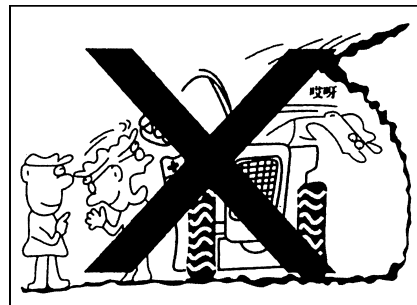

Рис. 1-95
- Когда работа проводится на местах с возможностью обрушения, например на крае дороги или на склоне, необходимо принять меры по обеспечению безопасности, назначить специального лица и подчиниться его приказам (рис. 1-95).